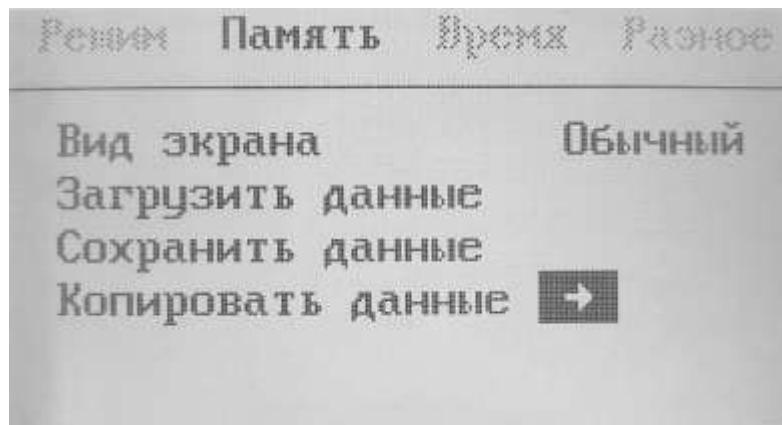

Рис.19
- активизировать строку «Копировать данные» и нажать кнопку «▶» (рис. 19);